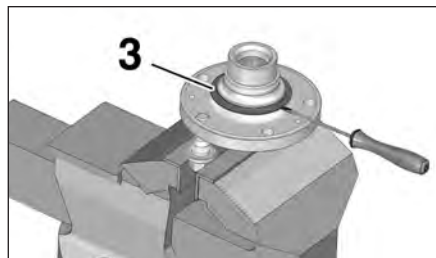

FIG.21
- Déposer le cache-poussière (3) du roulement à l'aide d'un tournevis (Fig.21).